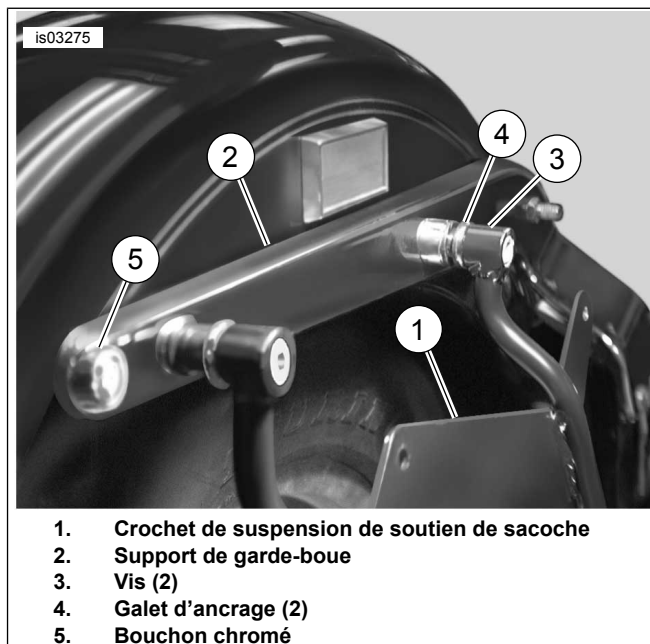
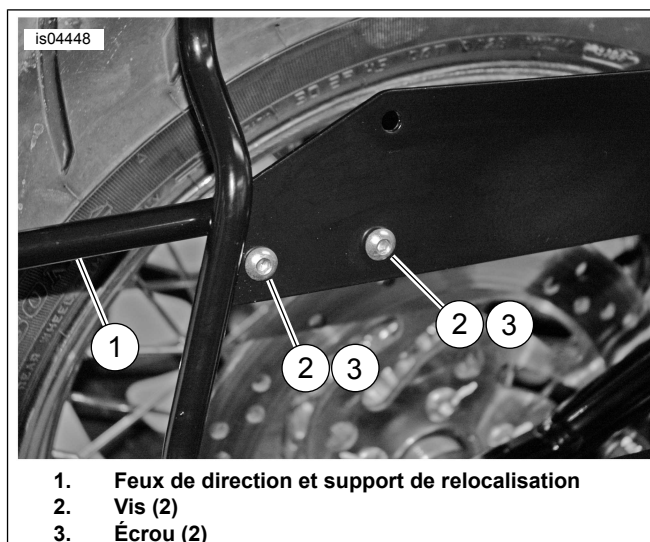

Figure 9. Installer le crochet de suspension de soutien de sacoche
Figure 10. Installer le feu de direction et le support de relocalisation
1. Voir Figure 9. Installer le crochet de suspension de soutien de sacoche (1) sur le support de garde-boue (2) et le garde-boue en utilisant deux vis (3) et la plaque de goujon d'origine.
3. Si la visserie d'ancrage est utilisée, installer les galets d'ancrage (4) entre le support de garde-boue et le crochet de suspension de soutien de sacoche.
4. Enfoncer le bouchon chromé (5) du kit de câblage dans le trou pour recouvrir l'emplacement d'origine du feu de direction.
6. Voir Figure 10. Monter le feu de direction et le support de relocalisation (1) sur le crochet de suspension de soutien de sacoche en utilisant deux vis (2) et écrous (3).